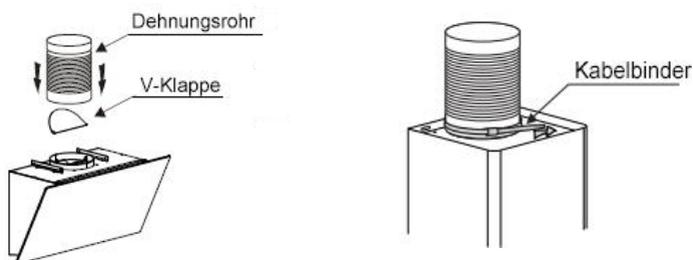

Bild 3
5. Bringen Sie die V-Klappe an der Dunstabzugshaube an und sichern Sie das Expansionsrohr mit einem Kabelbinder am Luftauslass. Siehe Bild 3.